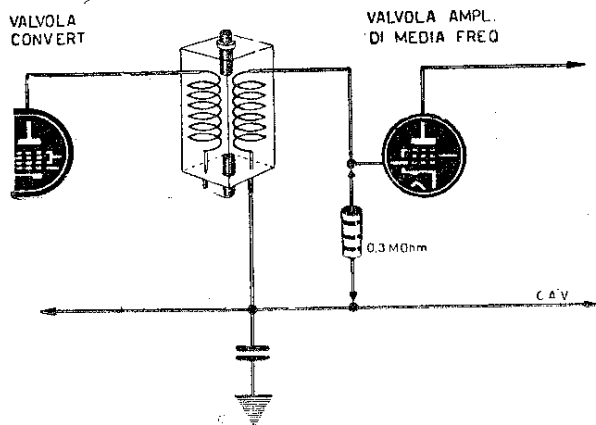

Fig. 115
**333** Stadio di MF auto-oscillante. Provare a inserire una resistenza del valore di 0,3 megaohm tra griglia della valvola di MF ed il C.A.V. (fig. 115).